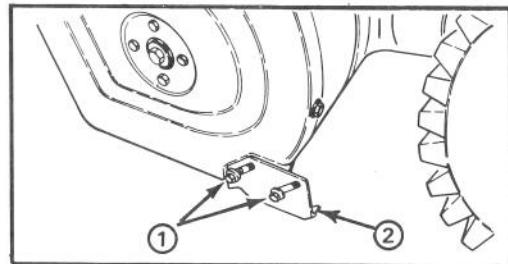

Abbildung 18
EINSTELLEN DER GLEITKUFEN (Abb. 18)
2. Die Flanschbolzen (4), die die beiden Gleitkufen mit den Schneekenseitenplatten verbinden lockern (Abb. 18).